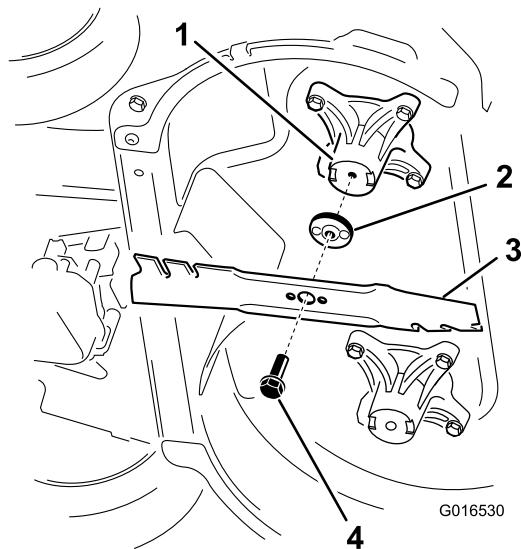

Figure 33
2. Déposez chaque lame comme montré à la Figure 33.
1. Posez la première lame de sorte qu'elle soit horizontale, avec toutes les fixations, comme montré à la Figure 33.